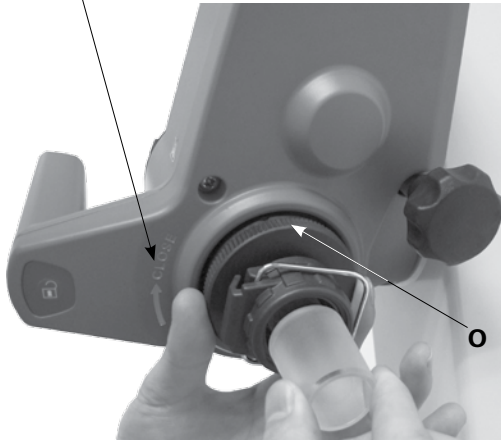

Fig.14a
- 逆时针转动锁定装置 (O) 60° 从而打开锁定装置。(Fig.14a)